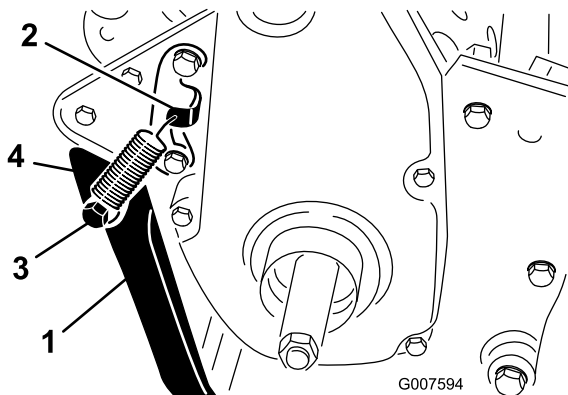

图6
2. 将弹簧钩入弹簧支架的孔中，并在将支撑架与后机架中的安装孔对齐时，将弹簧挂到弹簧柱螺栓上（图6）。
3. 用螺栓、隔片、扁平垫圈和锁紧螺母将支撑架安装到机器的两侧（图6）。